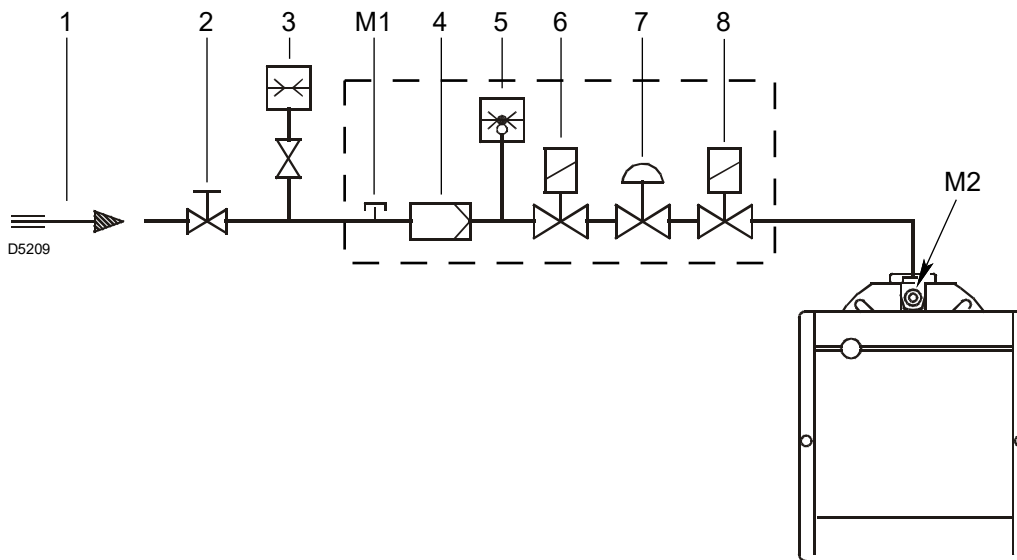

Fig. 16
Leyenda (Fig. 16)
Presión del gas medida en la toma M2) (Fig. 16), con:
- sustraer de la presión del gas en la toma M2) (Fig. 16) la presión cámara de combustión.
Para conocer la presión del gas necesario en la toma M2) (Fig. 16), fijada la potencia máxima de modulación a la cual se desea que funcione el quemador:
- Leer a la derecha, columna 1, la presión en la toma M2) (Fig. 16).
presión necesaria en la toma M2) (Fig. 16).